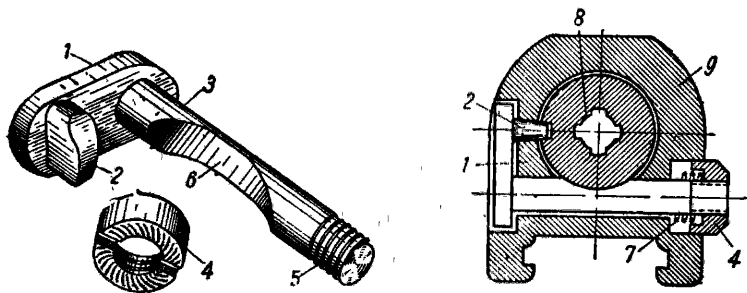

Рис. 11. Замыкатель ствола:
**Замыкатель ствола** (рис. 11) служит для устранения возможности поворота ствола и расцепления его со ствольной коробкой.